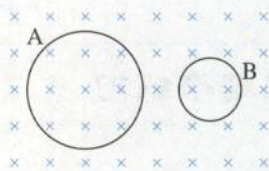

图 4.4-7 两线圈中感应电动势之比、感应电流之比各是多少?
6. 如图4.4-7所示, A、B两个闭合线圈用同样的导线制成, 匝数均为10匝, 半径 $r_A = 2r_B$, 图示区域内有匀强磁场, 且磁感应强度随时间均匀减小。